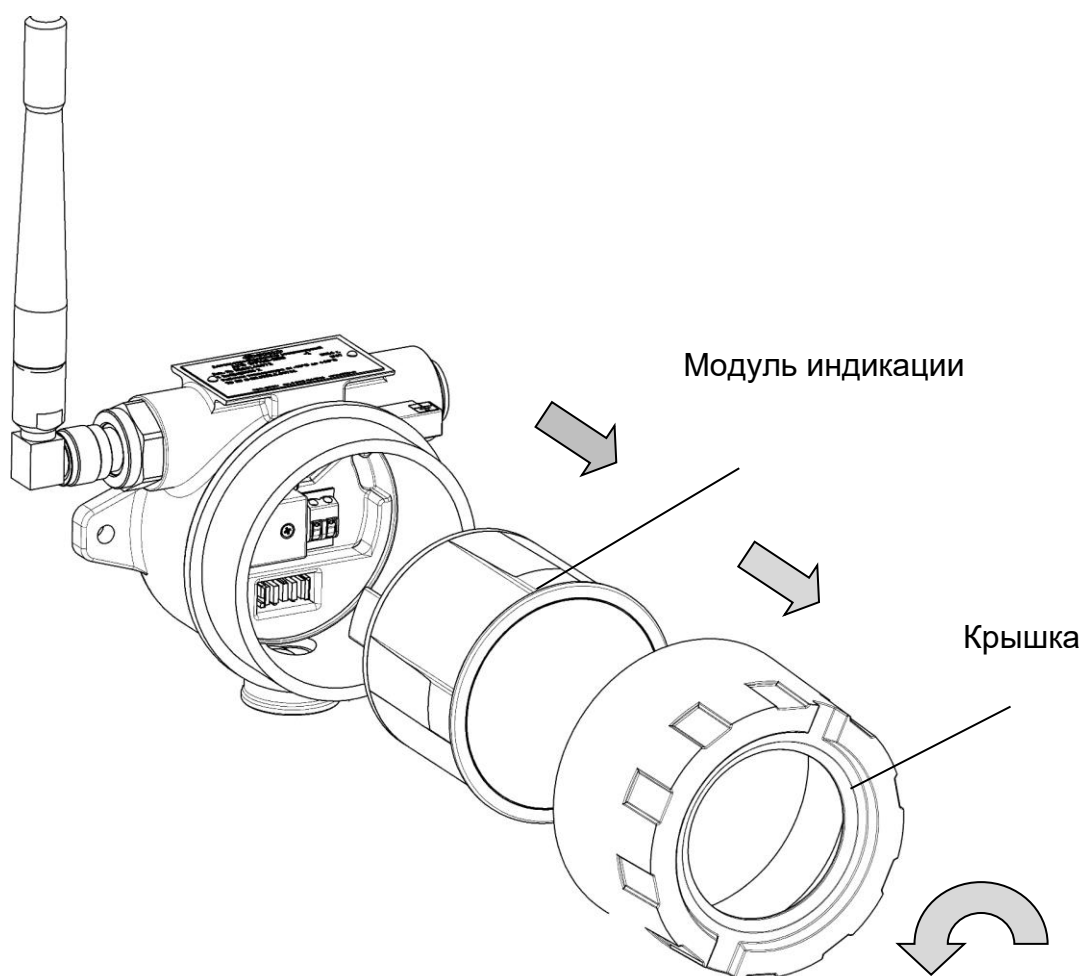

Рисунок 7 – Схема разбора
- а) Открутить стопорный винт в крышке модема (рис.7).